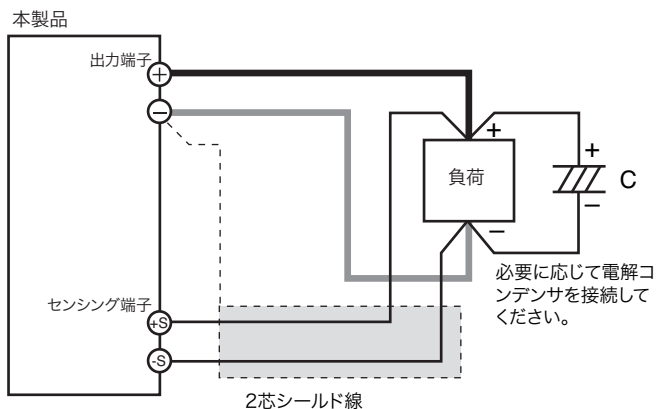

図 4-15 リモートセンシングの接続
- 3 図 4-15 のように、センシング端子と負荷端の間にセンシング線を接続します。